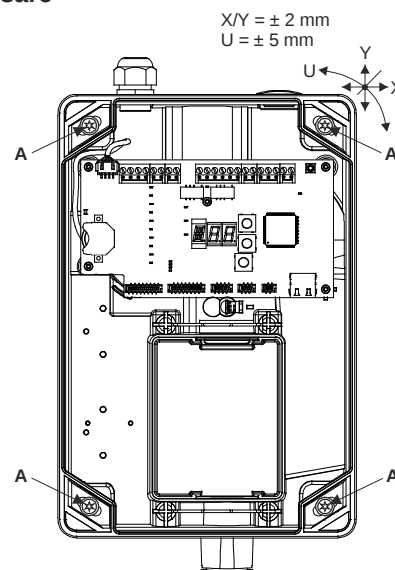

Fig. 15 Apertura, chiusura e fissaggio della cassetta rivelatore
- Per azionare le **chiusure girevoli a scatto**, queste vanno **premute con forza** verso il fondo del contenitore, usando il cacciavite, e poi **ruotate** di 90°. La posizione dell'asola della chiusura ne indica lo stato (ved. anche Fig. 15):